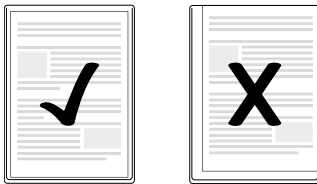

Fig. 1
- ▶ Tenga en cuenta, que todos los bordes del documento deben tener una distancia hasta el borde de la lámina de plástico de al menos dos milímetros, tal como se representa en la fig. 1.